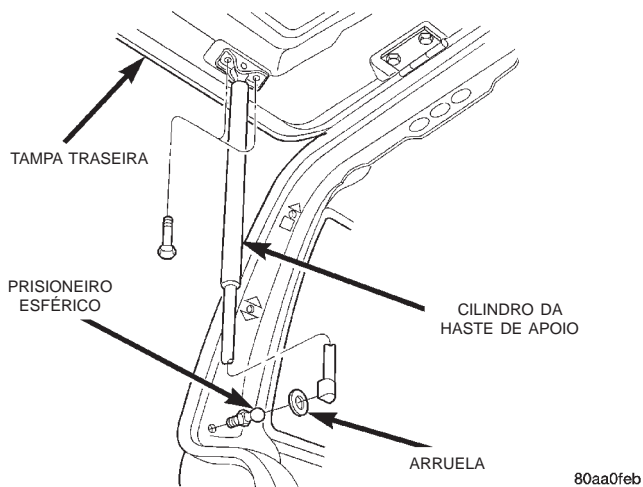

Fig. 99 Haste de Apoio da Tampa Traseira
- (1) Abra a tampa traseira.
- (2) Calce a tampa traseira na posição aberta.
- (3) Remova o grampo que prende a haste de apoio ao prisioneiro esférico.
- (4) Desengate a haste de apoio do prisioneiro esférico.
- (5) Remova os parafusos que prendem a haste de apoio à tampa traseira (Fig. 99).
- (6) Separe a haste de apoio da tampa traseira.